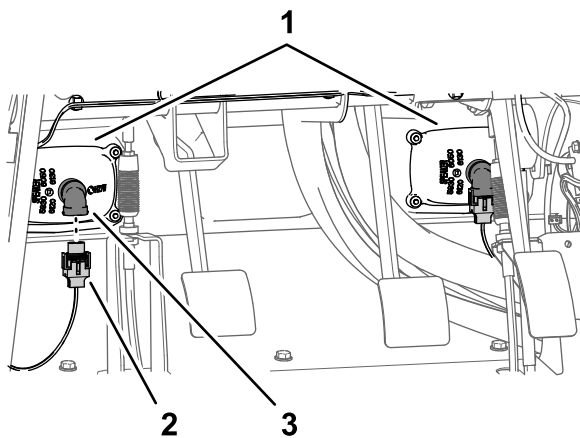

図 217
タに接続する 図 217。
1. 内側フェンダシュラウドを、左上および左下のフレームチューブに合わせる 図 217。